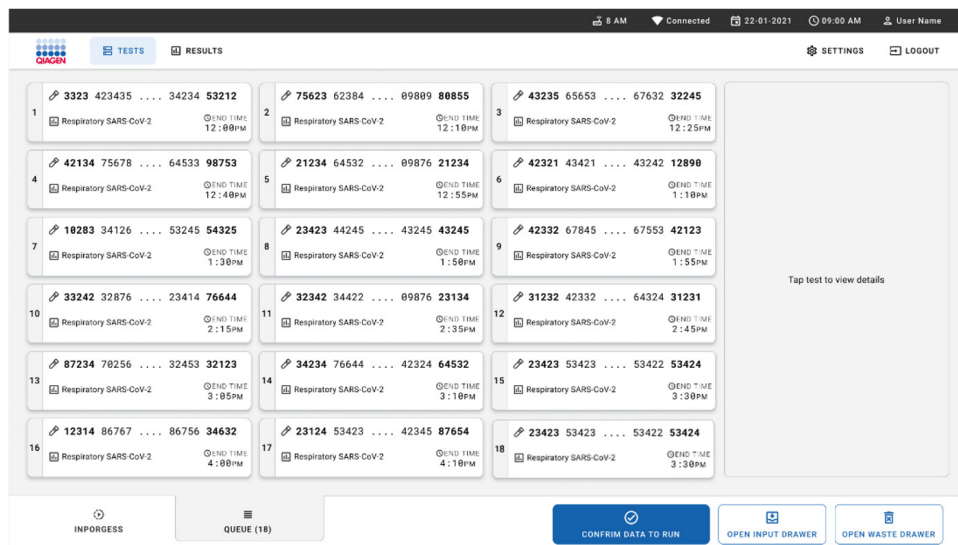

Figura 30. Tela Sample queue (Fila de amostras).
15. Após uma leitura bem-sucedida, a fila será exibida (Figura 30). Revise os dados exibidos. Em caso de erro, pressione o botão **OPEN INPUT DRAWER** (Abrir gaveta de entrada), remova o respectivo cartucho e leia-o novamente, seguindo as etapas 10–13.